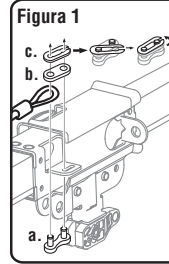

Figura 1
2. Enganche el cable en la ranura de retención del trole. (Figura 1)